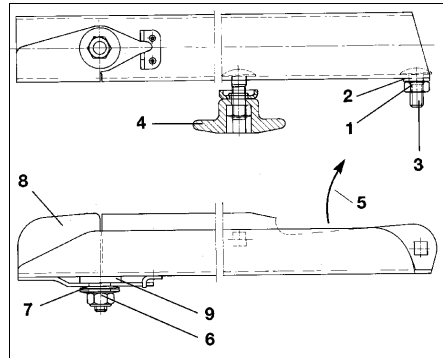

Fig. 64
- Selbstsichernde Mutter (Messing CuZn) (Fig. 64/6) lösen und einschließlich Tellerfedern (Fig. 64/7) entfernen.
- Schwenkflügel (Fig. 64/8) auswechseln.
Auf Kunststoffscheibe (Fig. 64/9) zwischen Streuschaufel und Schwenkflügel achten.
- Selbstsichernde Mutter (Fig. 64/6) mit Drehmoment von 6 - 7 Nm anziehen, so dass der Schwenkflügel noch von Hand verschwenkbar ist, aber im Einsatz nicht selbsttätig nach oben schwenkt.